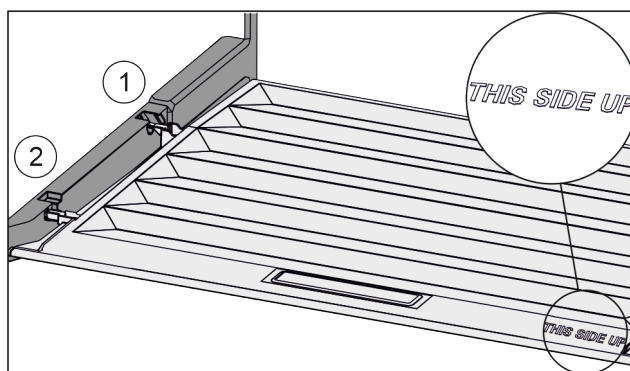

Fig. 145
- ▶ Introduzca los nervios de la tapa por la abertura del soporte trasero Fig. 145 (1) y encájelos por delante en el soporte Fig. 145 (2).